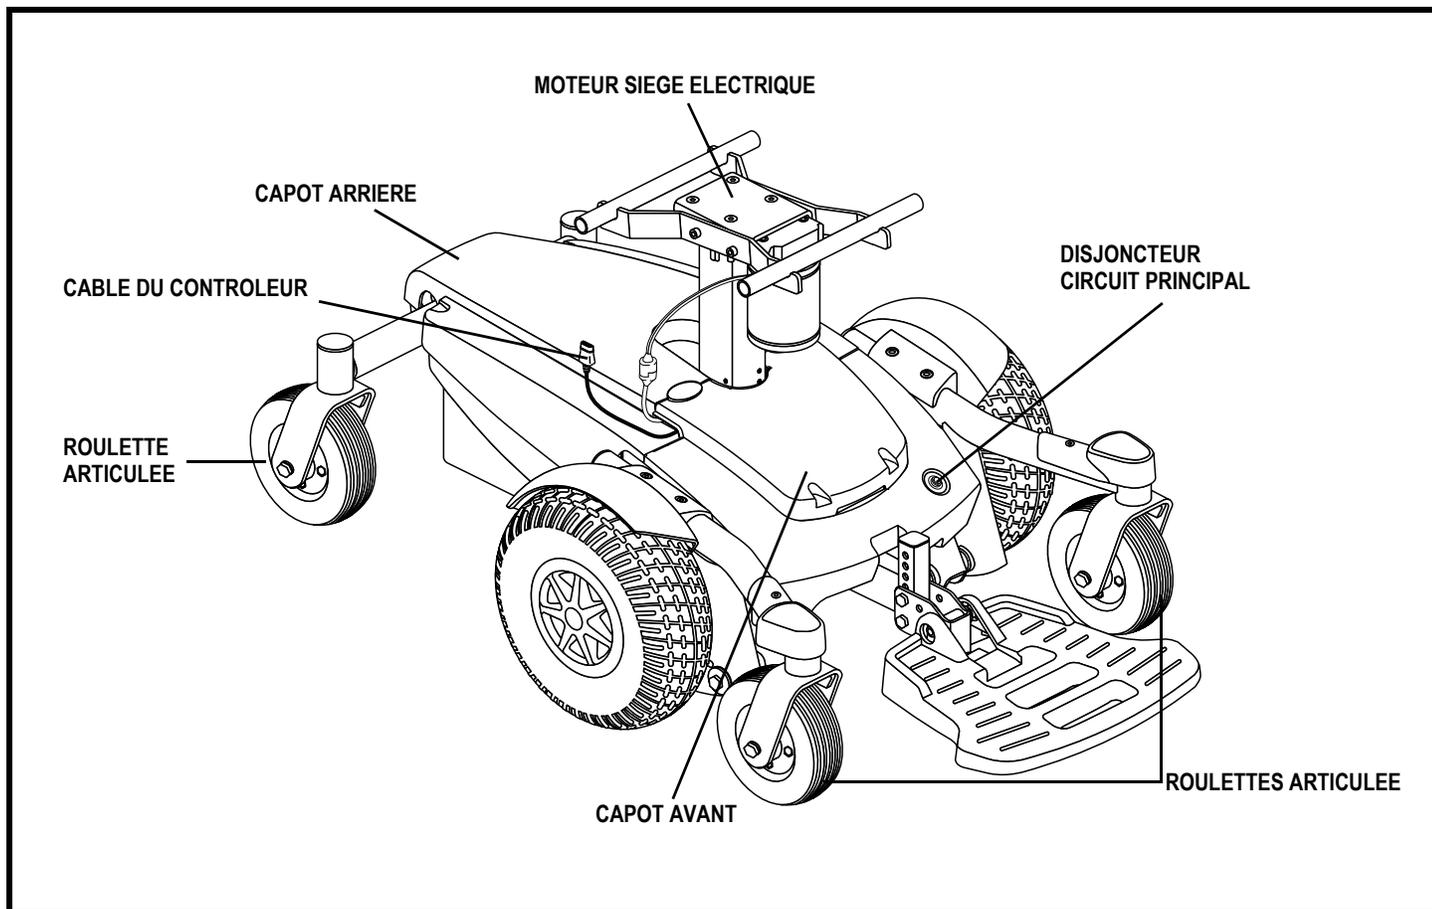

Figure 8. Base motorisée du Jazzy Select 6 avec sièges électriques
6. Branchez le câble du contrôleur dans le connecteur sur la base motorisée. Voir la figure 8.